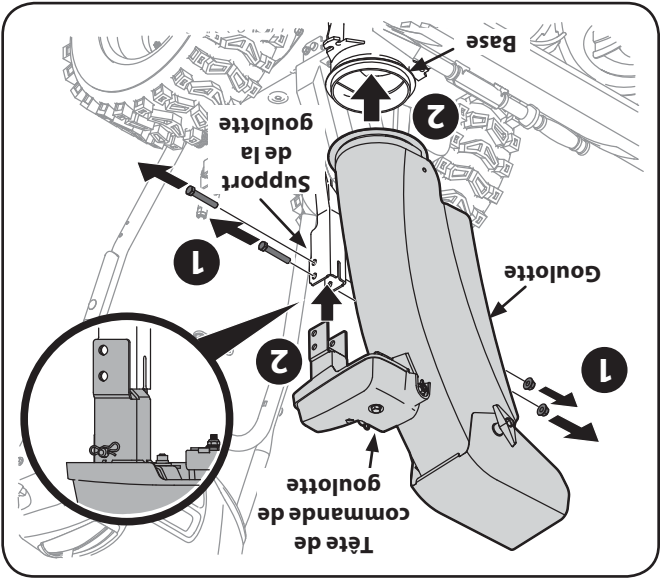

Figure 3-5
1. Retirez les contre-écrous et les vis hex. qui se trouvent sur le support de la goulotte. Positionnez la goulotte (pointée vers l'avant) sur sa base. Voir la Figure 3-5.